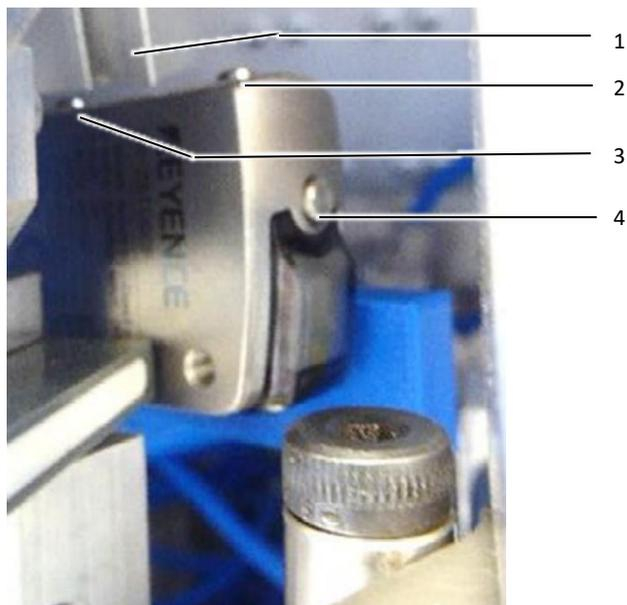

Imagen 16: Barrera de luz
- Deslice la cuchilla para cortar manguitos (imagen 16, pos. 1) hacia arriba.
- Desbloquee la barrera de luz pulsando los botones de ajuste (imagen 16, pos. 2 y 3) simultáneamente durante 3 segundos.
- Mantenga pulsado el botón de ajuste de la derecha (imagen 16, pos. 4) durante 3 segundos hasta que en la pantalla parpadee la indicación «SET».
- Ajuste el valor «20» (para realizar un ajuste de precisión puede fijarse la sensibilidad mediante los botones de ajuste (imagen 16, pos. 2 y 3) entre -99 y 999).
- Bloquee la barrera de luz pulsando los botones de ajuste (imagen 16, pos. 2 y 3) simultáneamente durante 3 segundos. En la pantalla aparecerá «LOC».